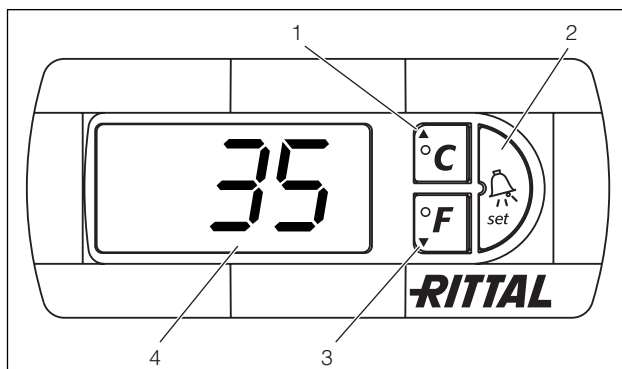

Bild 38: Komfortcontroller
Kylaggregatet arbetar automatiskt, d.v.s. när strömförsörjningen har kopplats in arbetar förångarfläkten kontinuerligt (se bild 2, sidan 5) och cirkulerar skåpets innerluft. Kompressorer och kondensorfläktar regleras genom komfortcontrollern. Komfortcontrollern har en 7-segmentsdisplay (bild 38, nr. 4). När strömmen kopplats på visas först mjukvaruversionen under ca. 2 sekunder, där efter ett förinställt alternativ (t. ex. t10) resp. temperaturen. I normal drift visar meddelandet både temperatur (i grad Celsius eller grad Fahrenheit, omkopplingsbar) och även störningar. Apparatskåpets aktuella innertemperatur visas vanligen permanent. Vid en störning visas denna omväxlande med temperaturdisplayen.
Programmering av apparaten görs via knapparna 1 – 3 (bild 38). Parametrarna för detta visas likaså på displayen.
- Tryck samtidigt på knapparna 1 och 2 (bild 38) i minst 5 sekunder.
Med knapparna 1, 2 och 3 (bild 38) kan du ändra 24 parametrar inom angivna områden (minimivärde, maximivärde).